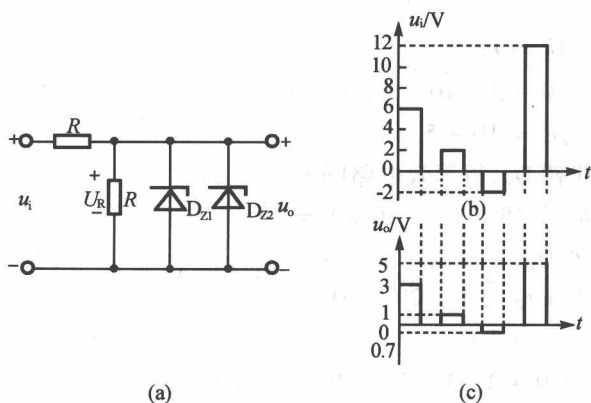

图 15.13
15.2.7 如图 15.13(a) 所示电路中,稳压管 D_{Z1} 和 D_{Z2} 的稳压值分别为 $U_{Z1} = 5\text{V}$, $U_{Z2} = 7\text{V}$,稳压特性是理想的,正向压降为 0.7V 。若输入电压 u_i 的波形如图 15.13(b) 所示,试画出输出电压 u_o 的波形。
综上所述,画出输出电压 u_o 波形如图 15.13(c) 所示。